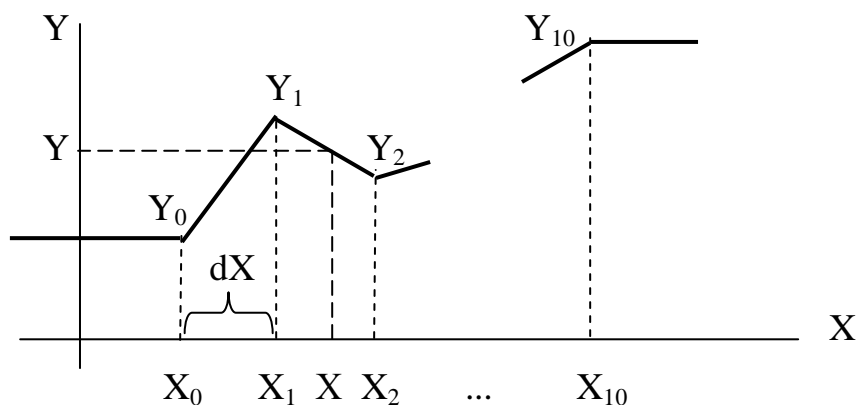

Рисунок 2.4 – кусочно-линейная аппроксимация
2.3.7.14 Задача на основе алгоритма 028E «кусочно-линейная аппроксимация» позволяет вычислить значение функции $Y=f(X)$ методом кусочно-линейной аппроксимации с постоянным шагом dX в диапазоне значений аргумента от X_0 до X_{\max} (см. рисунок 2.4). Значения X_0 , dX и используемое количество интервалов аппроксимации N (от 1 до 100) задаются при настройке. Также при настройке задаются значения функции в узловых точках Y_0, Y_1, \dots, Y_N . При $N < 100$ значения параметров Y_{N+1}, \dots, Y_{10} безразличны.